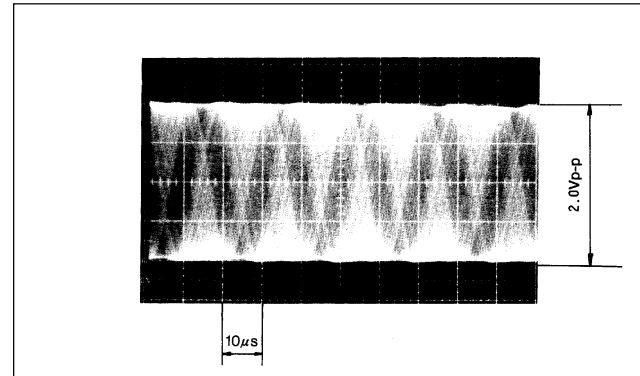

Abb. 4-10
- ⑥ Stellen Sie den Regler RV2 erneut ein, so daß die Sinuswellenamplitude zwischen 1,9 Vp-p und 2,1 Vp-p liegt, wie in Abb. 4-10 gezeigt. Abb.4-10 zeigt den idealen Einstellungszustand.